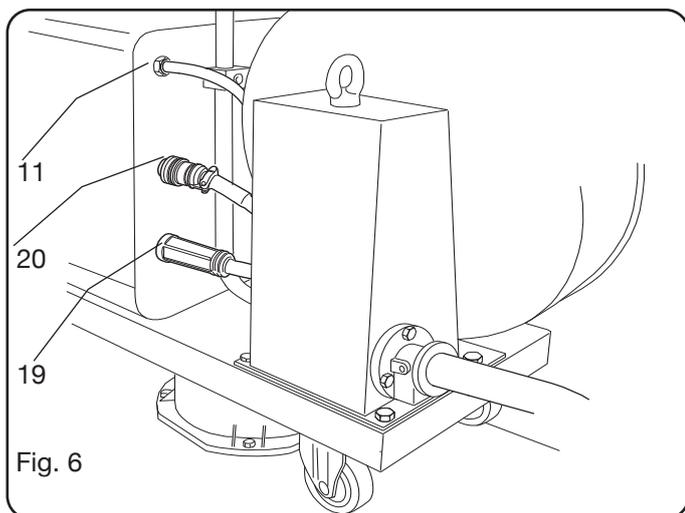

Fig. 6
- Connecter l'autre extrémité de la connexion **BA** au dévidoir entraînement fil comme indiqué sur la Fig. 6.